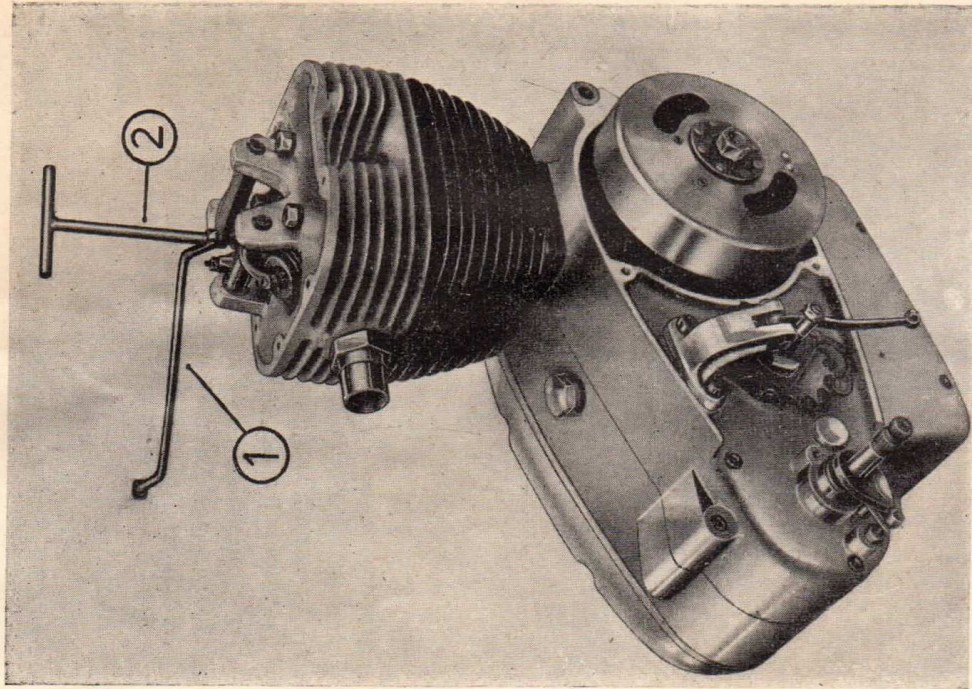
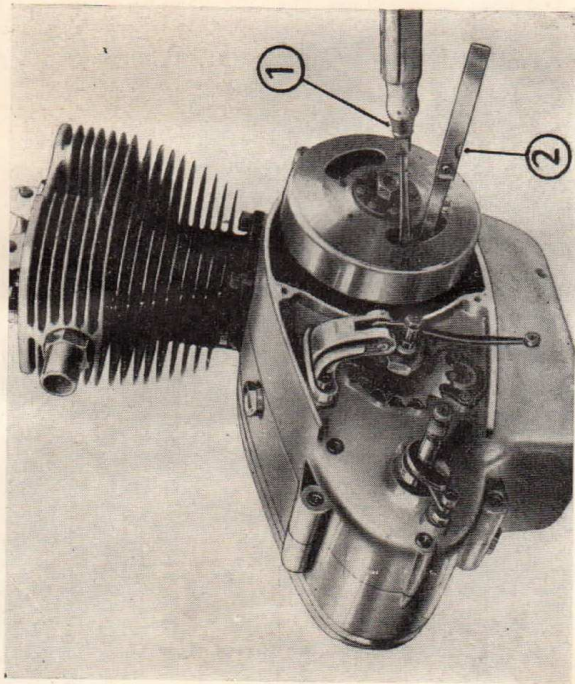

Fig. 5
Fig. 6
Con la chiave da 10 mm. allentare il dado (fig. 5 pos. 1) ed avvitare o svitare il registro sul bilanciere (fig. 5 pos. 2) fino ad ottenere il gioco prescritto (detto controllo deve essere fatto solo a motore freddo - 0,05 mm).
La regolazione dei contatti la cui apertura deve essere di mm. 0,30, dovrà essere effettuata ogni 1.000 Km. Per questa operazione introdurre da una feritoia posta sul volano magnete (fig. 5 pos. 1) svitando con un cacciavite la parte mobile dei contatti introducendo quindi tra le puntine uno spessore (fig. 6 pos. 2).